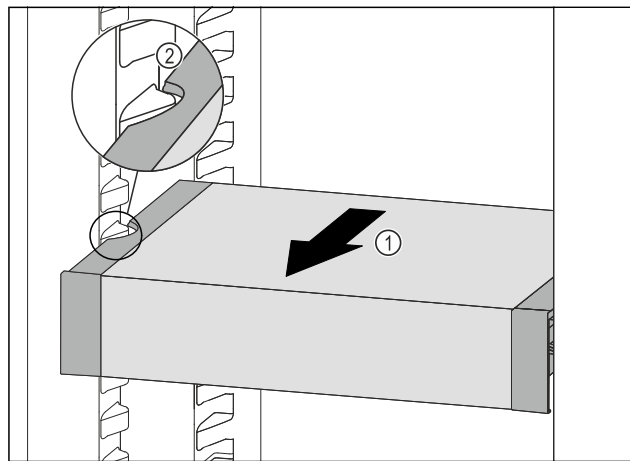

Fig. 92
- Ladicu VarioSafe vucite prema naprijed *Fig. 92 (1)* sve dok se bočni otvori ladice VarioSafe ne nađu na visini žlijeba spremnika u hladnjaku. *Fig. 92 (2)*